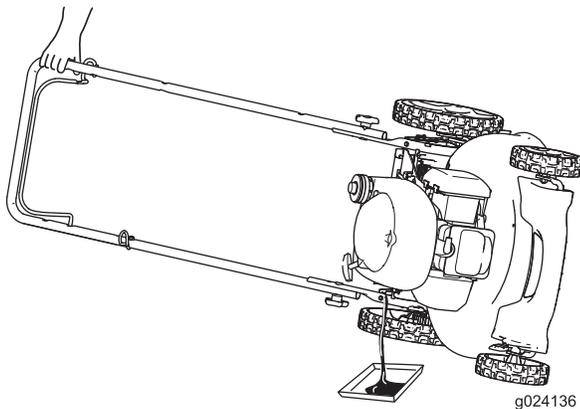

Figura 19
3. Coloque la máquina de lado con la varilla de aceite hacia abajo para drenar el aceite usado a través del tubo de llenado de aceite (Figura 19).